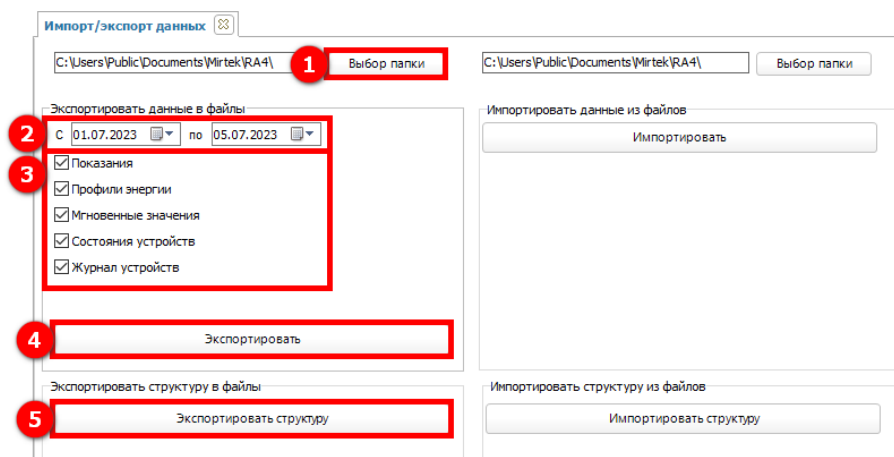

Рисунок 133 – Экспорт данных в файлы
Далее, нажимая на кнопку **Выбор папки** (1) (см. рисунок 133) указываем папку, в которую будут экспортированы данные. Затем указываем период (2) и соответствующими отметками выбираем тип данных, информация по которым будет экспортирована (3) – **Показания**, **Профили энергии**, **Мгновенные значения**, **Состояния устройств**, **Журнал устройств**.